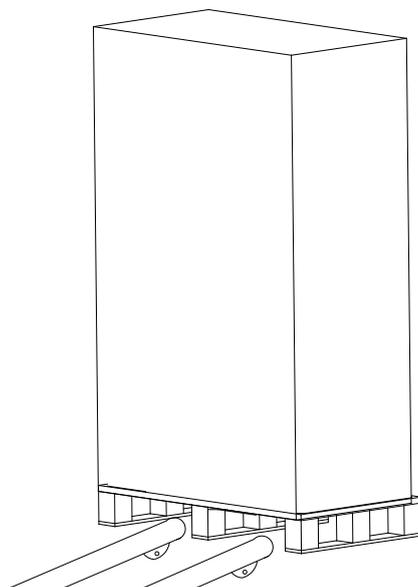

Рис. 3-5 Перевозка в необходимое место
2. Перевезите оборудование в необходимое место с помощью вилочного погрузчика или гидравлической тележки, как показано на рис. 3-5.